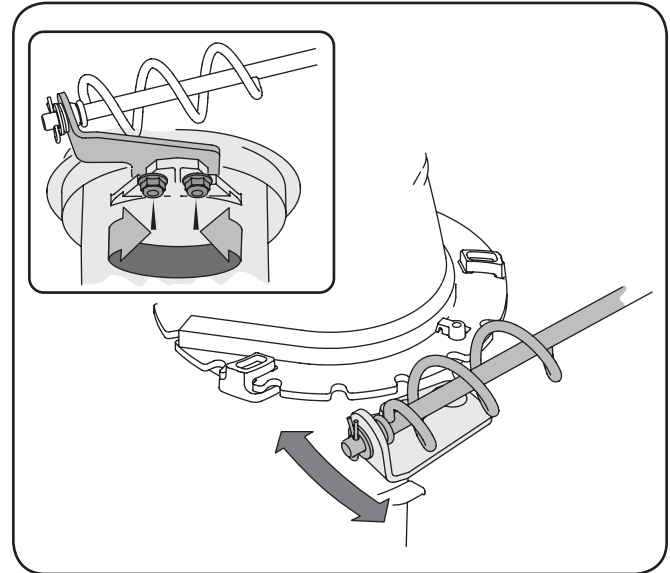

Figure 6-7
1. Aflojar las dos tuercas que aseguran el soporte del canal y lo colocan de nuevo levemente. Vea la Fig. 6-7.